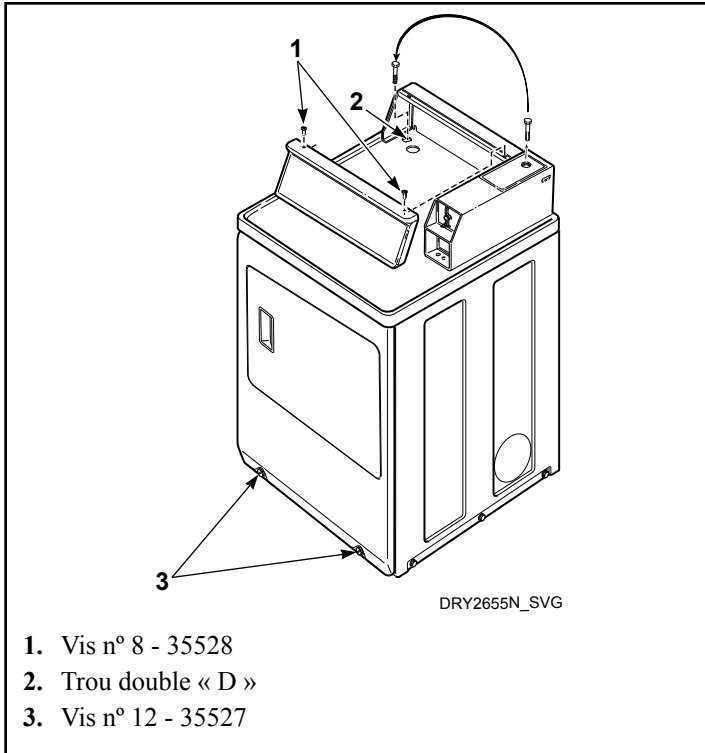

Figure 33
1. Retirer la vis cruciforme de la porte de service (se reporter à la Figure 33).